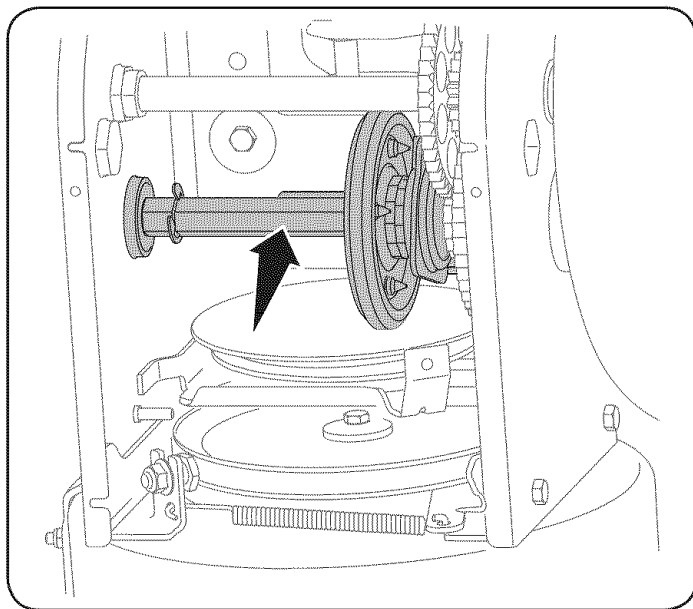

Figura 14
- Aplique al eje hexagonal una capa ligera de una grasa multiusos apta para condiciones climáticas múltiples. Vea la figura 14.